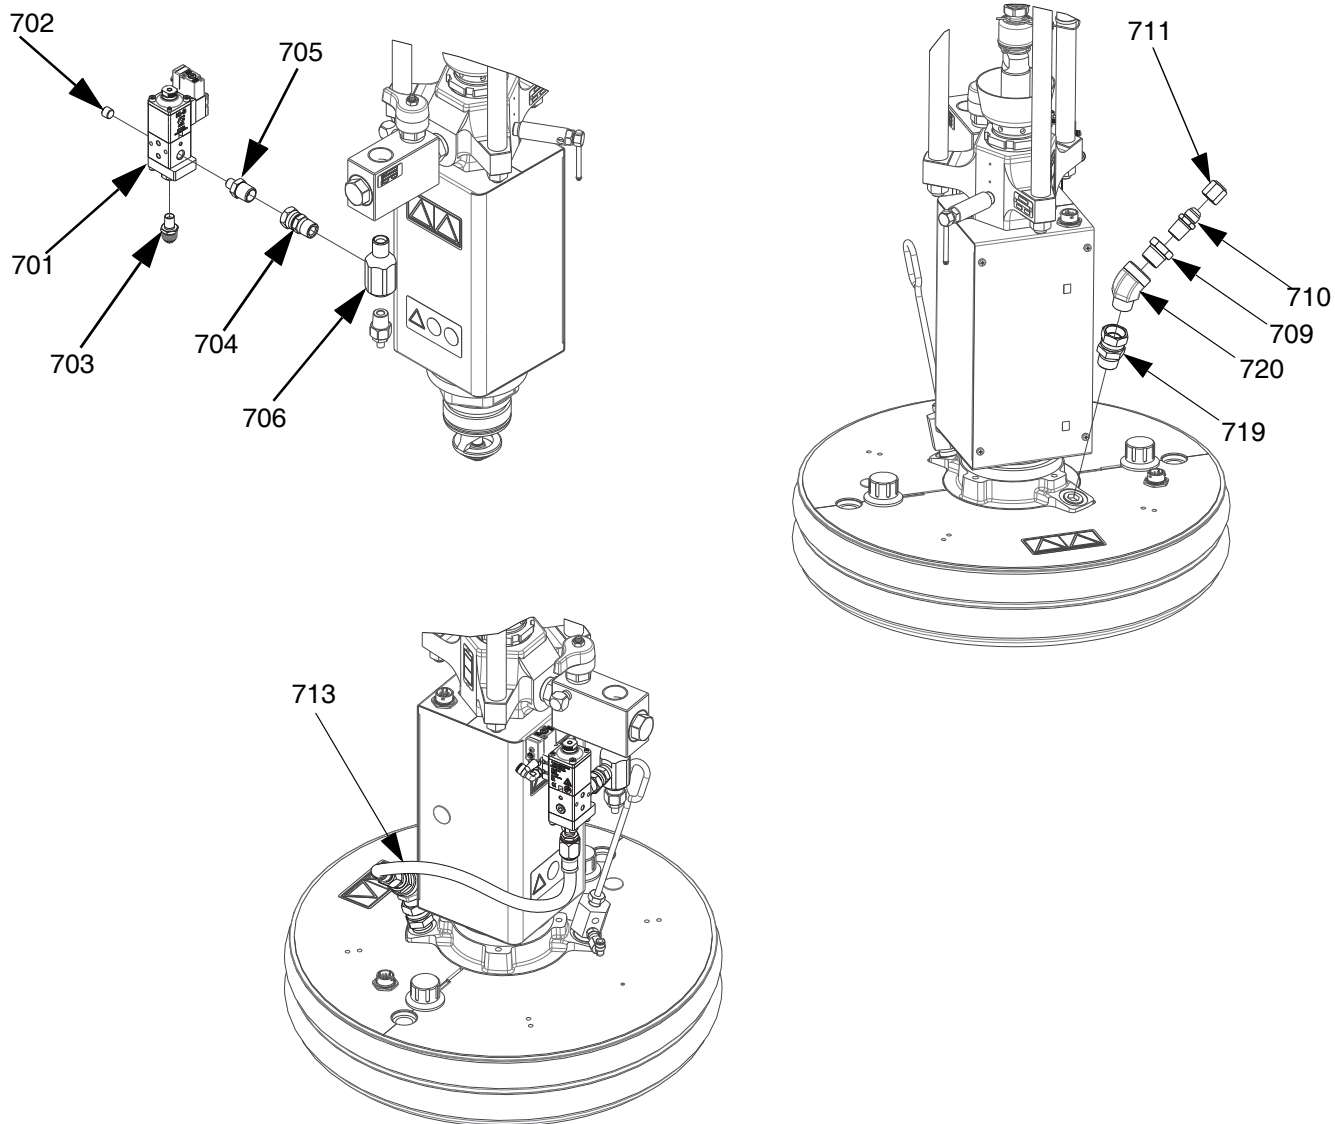

Abb. 55: Plattenventilsatz, Urethan, 26B637
2. Den Druckwandler von Anschluss 5 am elektrischen Antrieb (AB) trennen.
3. Das Druckwandlerfitting (TF) und das Fitting, das am Material-Rückschlagventil (AE) befestigt ist, entfernen.
4. Mithilfe von Gewindeband das 1/2-NPT-T-Fitting (706) in das Material-Rückschlagventil (AE) einbauen, dann das Druckwandlerfitting (TF) wieder in den Boden des 1/2-NPT-T-Fittings (706) einbauen.
5. Mithilfe von Gewindeband das 1/2-NPT-Drehgelenk (705) in das 1/2-NPT-T-Fitting (706) einbauen. Siehe ABB. 55.
6. Das Plattenventil (701) mit dem 1/4 NPT x 1/2 NPT Adapter (704) am 1/2-NPT-Drehgelenk (706) montieren, dann festziehen.
7. Den Kreislaufschlauch (713) am Plattenventil (701) anbringen und festziehen.
8. Den Druckwandler wieder an Anschluss 5 am elektrischen Antrieb (AB) anschließen.